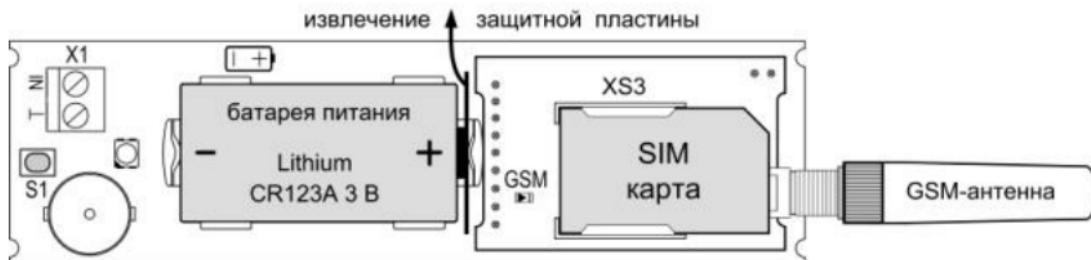

Рис.4 Установка SIM-карты, извлечение защитной пластины, подключение внешней GSM-антенны (только для варианта 2)
2. Убедитесь, что SIM-карта установлена в соответствии с рис.4, либо установите SIM-карту в держатель на плате GSM-модуля: контактами к держателю, срезом – как показано на рис.4.
3. Включите питание сигнализатора – извлеките защитную пластину из контакта батареи питания (см. рис.4) или установите батарею питания, соблюдая полярность (если она была извлечена). После включения питания световой индикатор сигнализатора засветится красным. Светодиод «GSM» будет светиться в течение 3-х секунд и начнёт часто мигать – производится поиск сети и регистрация в сети GSM.
1. Сигнализатор должен находиться в «Дежурном» режиме. Откройте крышку сигнализатора (У варианта 2 перед снятием крышки отключите внешнюю GSM-антенну – антенна откручивается вращением против «часовой стрелки». После снятия крышки – подключите antennу, antennа прикручивается к SMA-разъёму вращением по «часовой стрелке»). Убедитесь, что SIM-карта установлена в соответствии с рис.4.